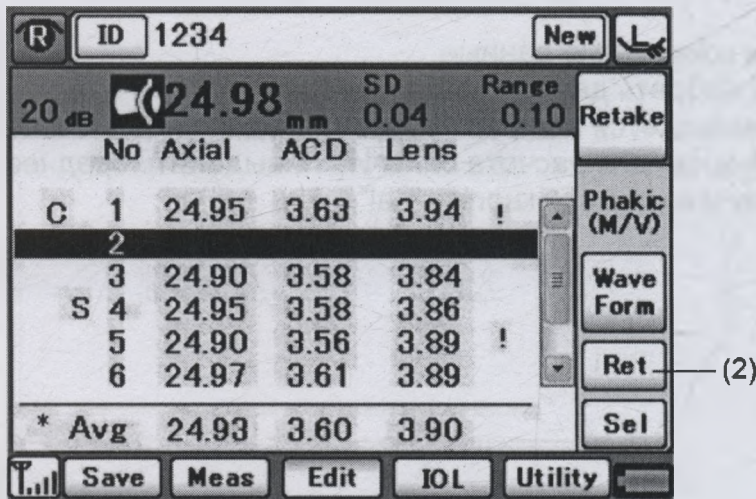

Рис. 2
- 2) Когда нажимается кнопка "Del" (1) с целью удаления данных, тогда надпись на кнопке меняется на "Ret" (Рис. 2).